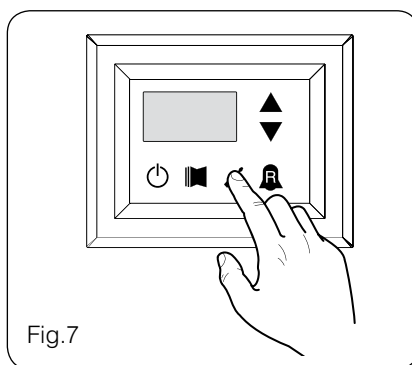

Fig.7
Para entrar en el menú LECTURAS AVANZADAS, presione la tecla que aparece en la fig. 7. Una vez presionada la tecla deberá introducir la contraseña de acceso a los diferentes menús. Para acceder al menú de usuario la **contra-**
**seña es 010**. Para modificar el valor de las contraseñas use las teclas con las flechas. Una vez introducida la contraseña, presione la tecla que aparece en la fig. 7. En el display aparecerá el índice de la lectura y una línea de tres